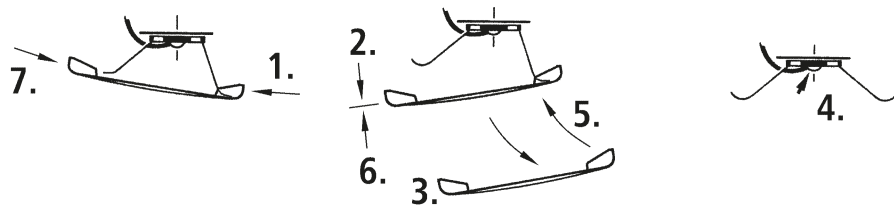

Fig. 10
**4. Kohlebürstenwechsel:** Lokgehäuse abnehmen (Fig. 5). Danach wird der Motor ausgebaut und die Kohlebürsten ausgewechselt (Fig. 10).
**4. Carbon Brush Changing:** First remove loco body (fig. 5), and then the motor (fig. 10).
**4. Remplacement des balais du moteur:** Démontez la caisse (voir fig. 4). Démontez ensuite le moteur et échangez le balais (fig. 10).